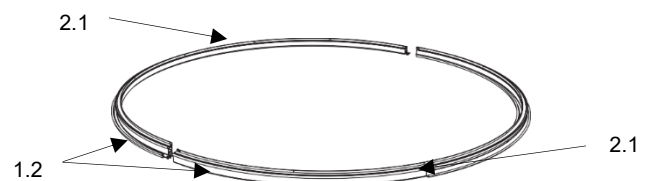

Abb.3
- beide Laufrollenprofile (Pos.2.1;2.2) müssen vor dem Zusammenbau auf den beiden Laufschienen (Pos.1.1) verbleiben! (Abb.3)